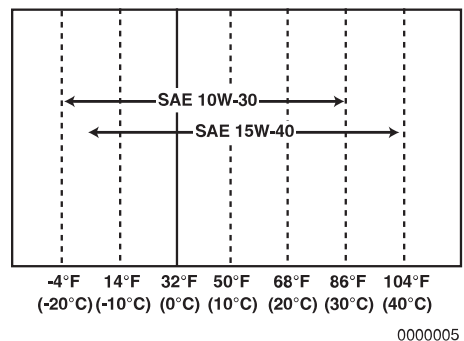

Abbildung 5
- Wählen Sie die Ölviskosität passend zur Umgebungstemperatur, bei welcher der Motor betrieben werden soll. *Siehe Motorölviskosität Abbildung 5.*
- Wählen Sie eine für die jeweilige Umgebungstemperatur geeignete Motorölviskosität, wie im Diagramm der SAE-Viskositätsklassen dargestellt (**Abbildung 5**).